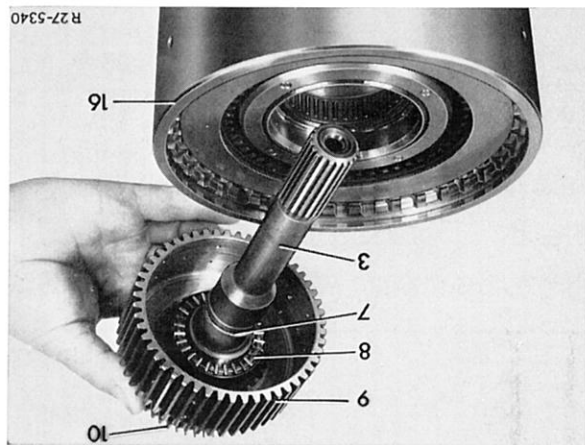

Bild 27-13/1
- 1 Antriebswelle (3) mit Sonnenrad (10) und Innenlamellenträger (9) herausnehmen (Bild 27-13/1).